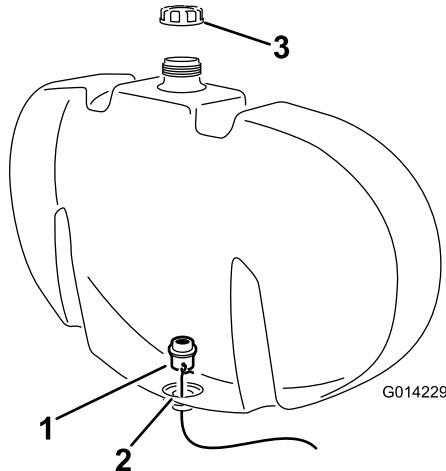

Figura 3
- E. Usate il filo per guidare il diaframma verso il foro sulla parte inferiore del serbatoio (Figura 3).
4. Collocate il diaframma in posizione accertandovi che la guarnizione pulita si trovi a contatto della parete interna del serbatoio di lavaggio (Figura 3).